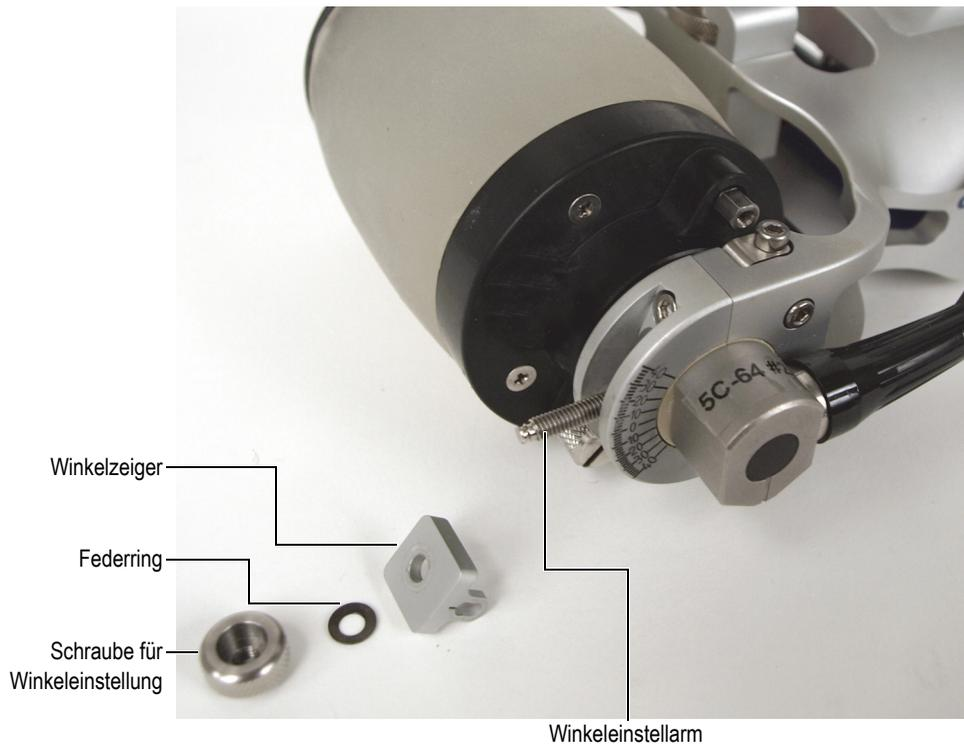

Abbildung 6-32 Montieren der Komponenten zur Winkeleinstellung des Sensors
6. Montieren Sie den Winkelzeiger, den Federring und die Schrauben zur Winkeleinstellung am Winkeleinstellarm, welcher sich auf der Sensorkabelseite des RollerFORM befindet (Abbildung 6-32 auf Seite 112).